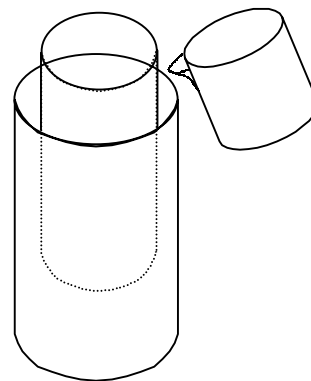

Figura 5
7.- Introducir un tubo de vidrio dentro de otro como se muestra en la figura 5. Lentamente vaciar glicerina en el espacio que queda entre los dos tubos. Una vez que este espacio esta lleno vaciar la glicerina en el tubo interior hasta la mitad del tubo. ¿Qué sucede? ¿Cómo explica este fenómeno?